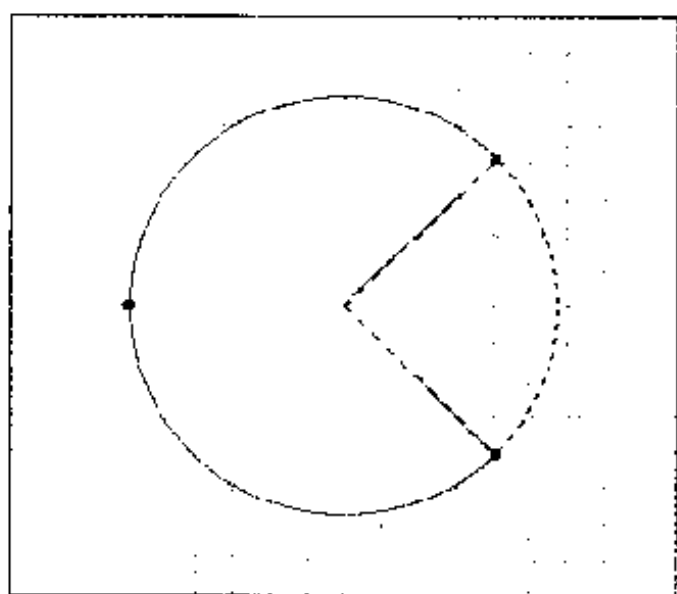

图 3-22 绘制扇形
(4) 右击鼠标,结束绘制扇形的工作,得到如图 3-22 所示的效果。
注意: 在图纸中单击扇形,即可在扇形上显示出它的 3 个节点,如图 3-22 所示。移动扇形弧线中央的节点,即可调整扇形的大小;拖动扇形弧线两端的节点,即可调整扇形的起始和终止角度。在图纸中再次单击扇形(两次单击而不是双击),则鼠标箭头变为十字光标,而且扇形粘在十字光标上,移动十字光标到适当位置单击,即可将扇形放置在新的位置上。